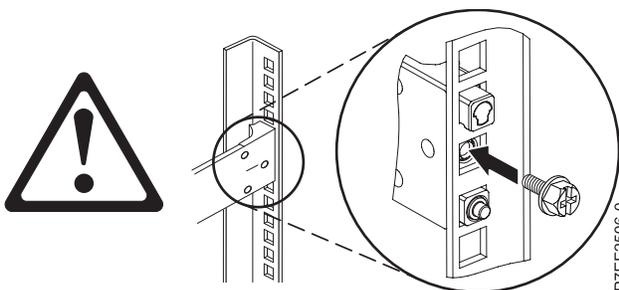

図 4. ねじの再取り付け
4. 図 4 に示すように、ステップ 2 (4 ページ) で取り外したねじを再び取り付けます。